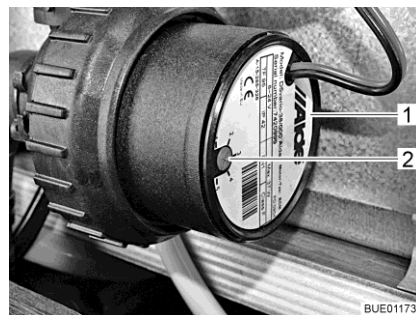

Bild 218 Drehzahlreduzierung
Mit dem Drehregler (Bild 218,2) kann die Drehzahl der Umwälzpumpe eingestellt werden. Bei reduzierter Drehzahl verringern sich die Laufgeräusche der Pumpe.
Der Drehregler befindet sich an der Umwälzpumpe (Bild 218,1).
- Den Drehregler (Bild 218,2) gegen den Uhrzeigersinn drehen. Die Leistung ist verringert.